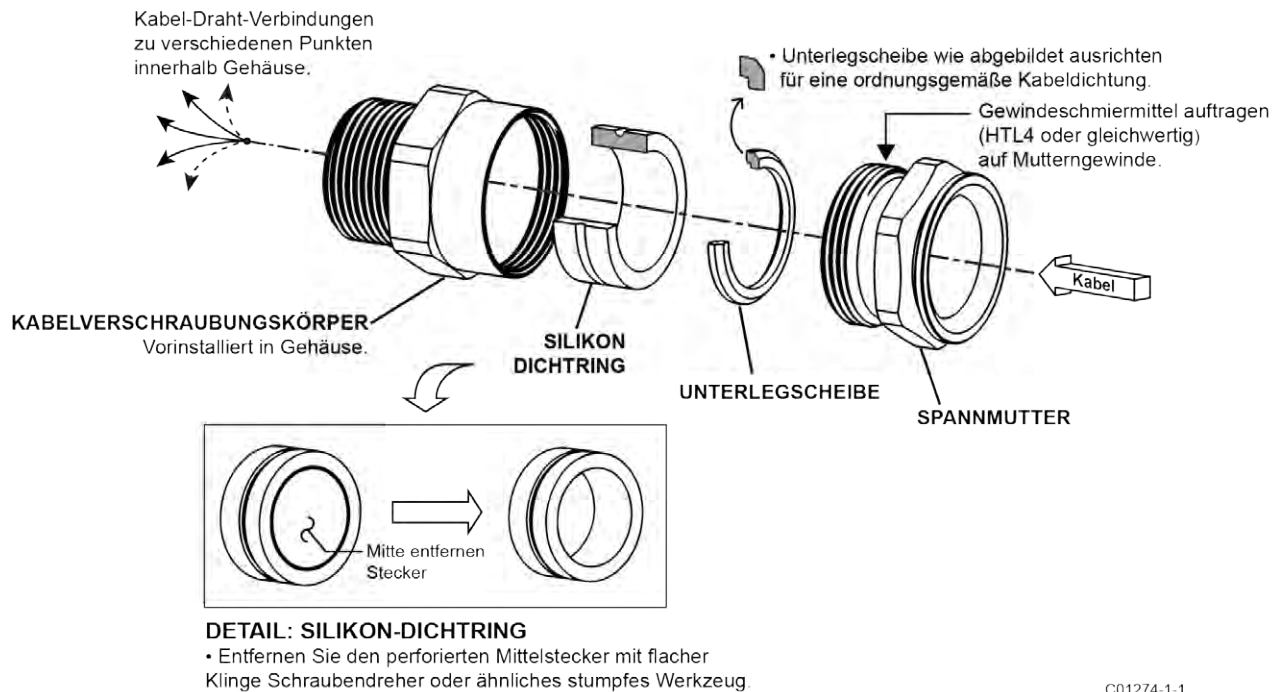

Abbildung 29 – Installation der Kabelverschraubung
1. Entfernen Sie die perforierte Mitte des Dichtrings, wie in Abbildung 29 unten gezeigt, durch Durchdrücken mit einem stumpfen Objekt. Verwenden Sie kein Kabel, um die Silikonmitte zu entfernen, da dies das Kabel- oder die Kabelverschraubung beschädigen kann. Bei diesem Schritt kann die Kabelverschraubung komplett montiert werden.
2. Lösen Sie die Kabelverschraubung und tragen Sie das vom Werk zugelassene Gewindeschmiermittel auf die Gewinde der Spannmutter auf, wie in Abbildung 29 unten gezeigt. FCI empfiehlt die Verwendung von HTL4 oder ähnlichem Gewindeschmiermittel. Sparsam verwenden.
3. Stellen Sie sicher, dass die unten in Abbildung 29 im Detail dargestellte Unterlegscheibe korrekt ausgerichtet ist. Dies ist notwendig für eine ordnungsgemäße Abdichtung am Kabel.